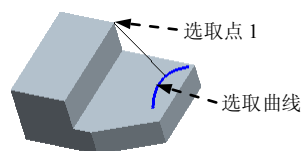

图 8.1.8 点到曲线的距离
Step9. 测量点到曲线的距离, 如图 8.1.8 所示。操作方法参见 Step3。